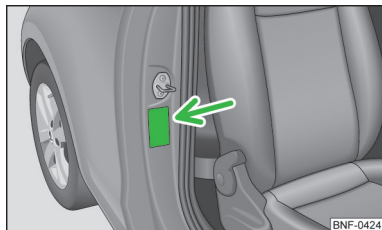

Fig. 95
- Asupra acestui aspect atenționează și autocolantul care se găsește pe stâlpul B, pe partea pasagerului față » fig. 95. Eticheta poate fi observată după deschiderea portierei pasagerului față. În unele țări, eticheta este lipită de parasolarul pasagerului față.